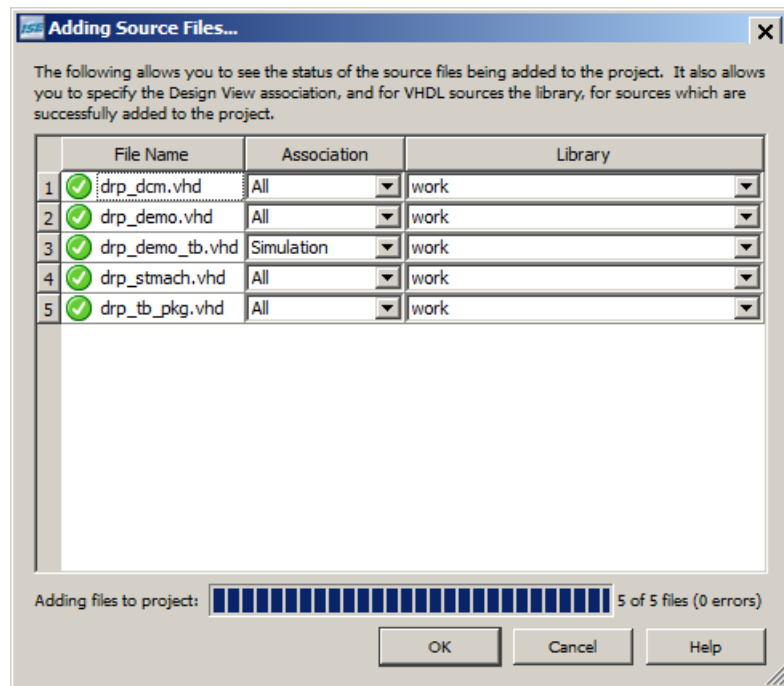

図 2-5 : ソース ファイルと関連付けのステータス
3. 次のウィンドウで、これらのチュートリアル ソースに対して関連付けとライブラリが正しく設定されていることを確認します。図 2-5 の設定と比較してください。